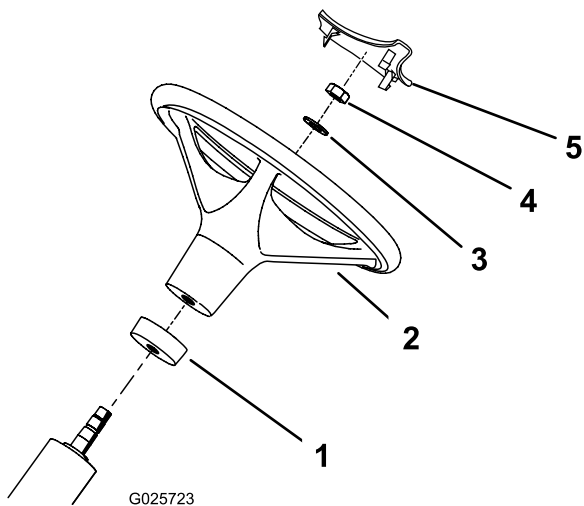

图3
2. 将泡沫环，从较小的一端开始，滑入转向轴（图3）。
3. 将方向盘滑入转向轴（图3）。
4. 用垫圈和锁紧螺母将方向盘固定到转向轴（图3）。
6. 将方向盘套安装到方向盘上（图3）。